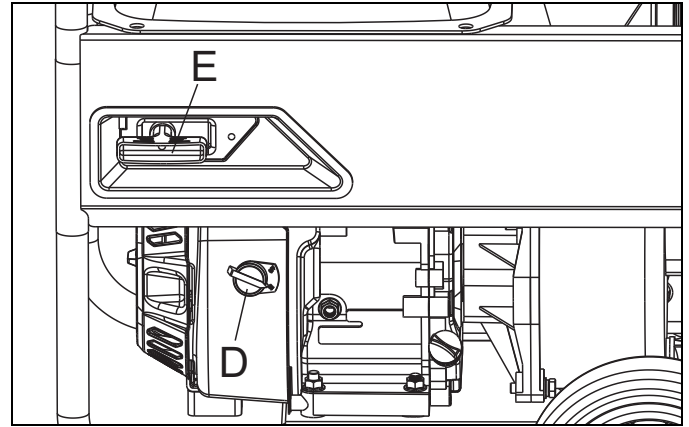

Figura 5-5. Puesta en marcha de la bomba de agua ST20
4. Gire el interruptor del motor (D) a la posición ON (Figura 5-5.).
5. Fije la unidad contra movimientos al tirar del asa de arranque (E) (Figura 5-5.).